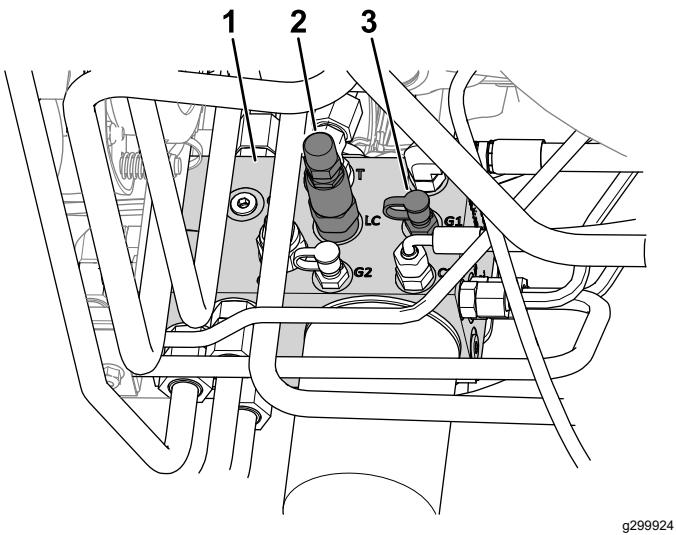

Bild 23
4. Schließen Sie ein Manometer an den Prüfanschluss an (gekennzeichnet mit G1, siehe Bild 23).
2. Gewichtsverlagerungsspule (LC)
5. Entfernen Sie an der Seite des Hubverteilers die Kappe vom Prüfanschluss (gekennzeichnet mit G1, siehe Bild 23).
6. Lösen Sie die Klemmmutter am Ende der Gewichtsverlagerungsspule (gekennzeichnet mit LC, siehe Bild 23).